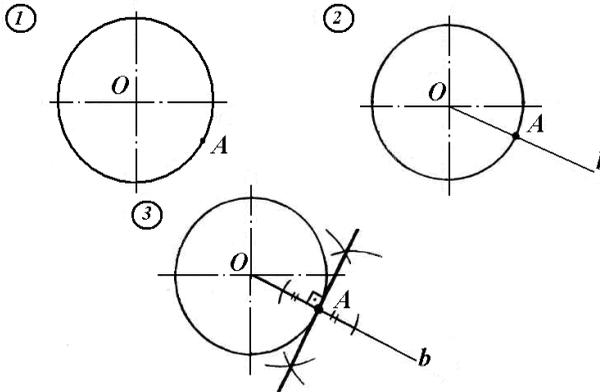

Рис. 9.
- 1) Дана окружность и точка A , которая лежит на окружности (рис. 9).